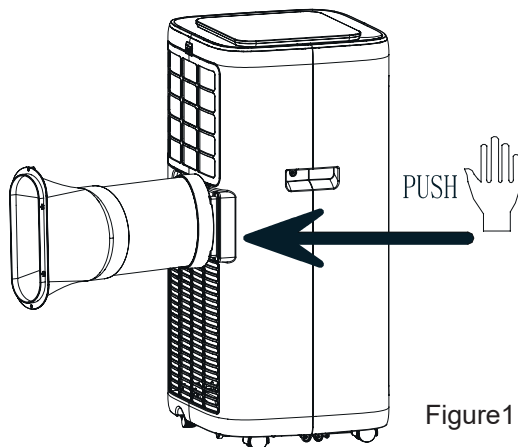

Figure1
#### 1.1 Installer le tuyau d'évacuation de chaleur assemblé (voir Fig.1)
- 2) Insérez tuyau d'évacuation de chaleur (l'extrémité du joint du tuyau d'évacuation) dans la fente d'aération du panneau arrière (vissez en tournant vers la gauche) et finissez l'assemblage (voir Figure 1).